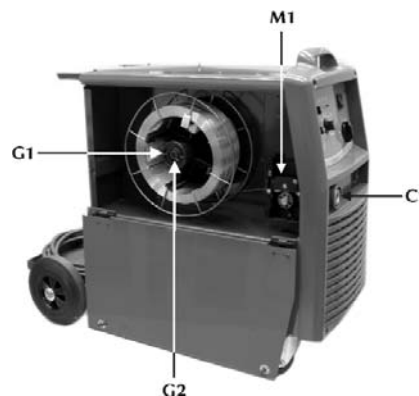

Fig.2
- Placér mig-brænderen på tilslutningen (C1 fig.2); vær specielt påpasselig med at stramme fastgøringsringen fuldstændigt.
- Skrue ringmøtrikken (G1 fig.2) af spoleholderen og sæt spolen i således at den drejer imod urets retning, når der trækkes i trådens yderhoved. Sæt derefter også spolens tap på plads i sædet, monter ringmøtrikken (G1 fig.2) i positionen og juster friktionsskruen (G2 fig.2).
- Frigiv gearmotorens fremføringsstøtte (M1 fig.2) og indsæt trådden i trådderens bøsning, hvorefter den skal passere på den lille rulle og frem til brændertilslutningen. Blokér fremføringsstøtten i korrekt position, og kontrollér at tråden går ind i de små rullers fordybning.